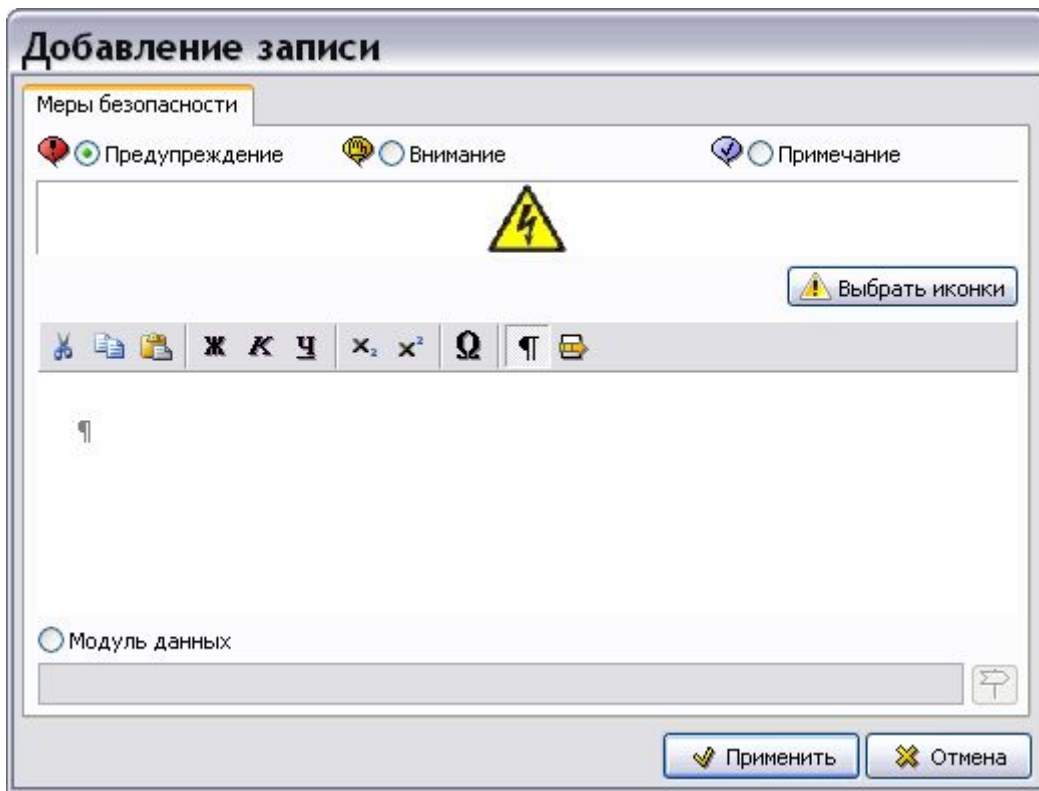

Рис. 5.37
3. Для подтверждения выбора нажмите на кнопку . После этого произойдет возврат в окно **Добавление записи** (Рис. 5.37).